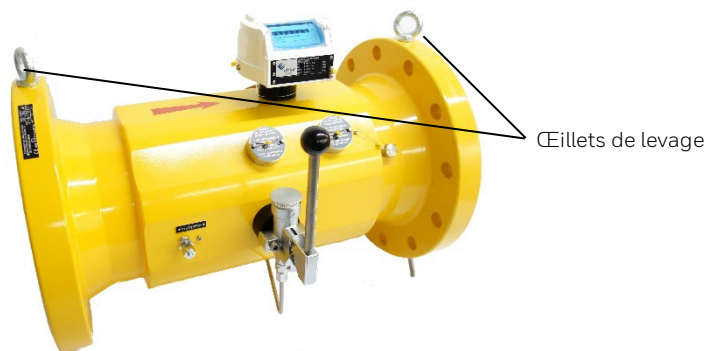

Fig. 5 | Œillets de levage
*Toujours utiliser les œillets de levage fournis pour soulever les appareils de mesure 80 (voir fig. 5).*